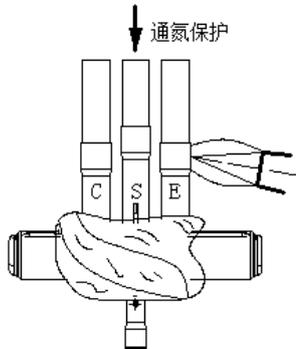

图 8
5.3.1 (图 8) 焊接保护
5.3.2 (图 8) 紫铜接管或者不锈钢管(但是有一段紫铜伸出)焊接